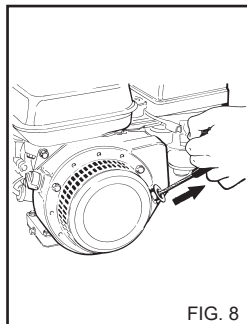

FIG. 8
4) Start forbrenningsmotoren ved å dra i snora (fig. 8).